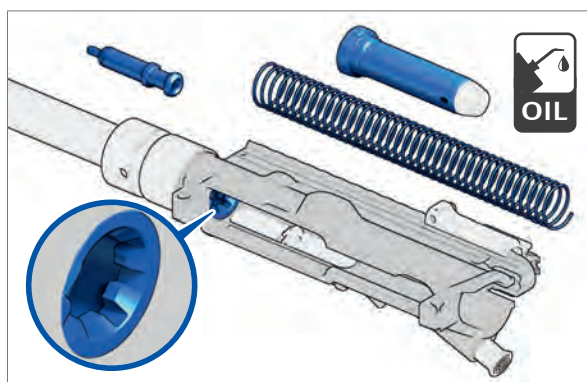

Abb. 115: Schmierstellen der Funktionsteile
4. Schmierstellen der Funktionsteile einölen (Abb. 115).